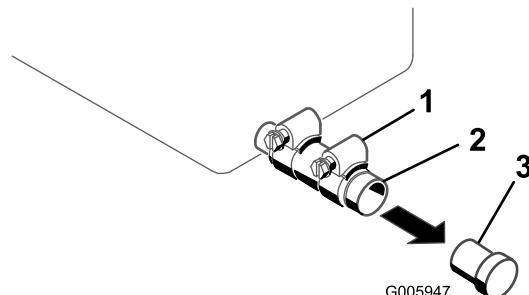

Bild 29
- Stellen Sie eine Auffangwanne unter das Ölabblassrohr (Bild 29).
- Lösen Sie die Klemme und nehmen Sie die Ablassschraube ab (Bild 29).